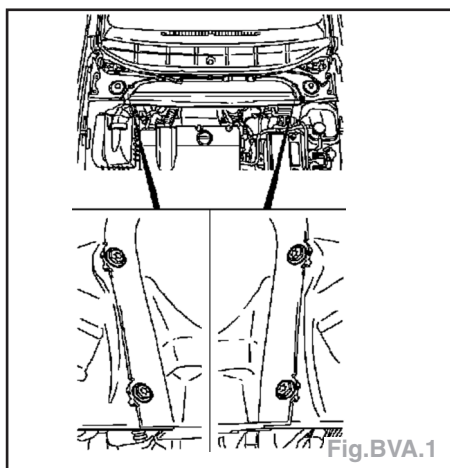

Fig.BVA.1
- l'isolation de fermeture du moteur (Fig.BVA.1).